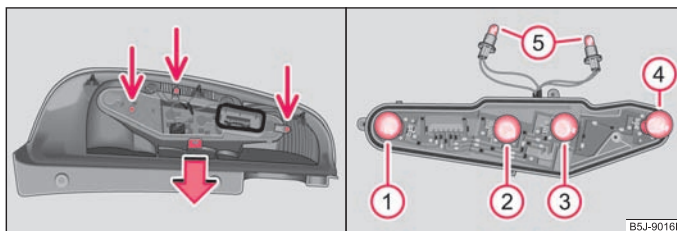

Abb. 171 Ausbau des Leuchtenmittelteils / Einbaulage der Lampen
- Um die Lampen zu erreichen, schrauben Sie den Mittelteil der Leuchte ab und lösen Sie die Verrastung ⇒ Abb. 171.
- Um eine Lampe des Standlichts zu wechseln, drehen Sie die Fassung der Lampe ⑤ nach links bis zum Anschlag (in die Richtung der Pfeile auf dem Gehäuse) und nehmen Sie die Fassung aus dem Gehäuse heraus ⇒ Abb. 171 rechts.
- Schrauben Sie den Mittelteil der Leuchte am Gehäuse an ⇒ Abb. 171.
Einbaulage der Glühlampen in der Heckleuchteinheit ⇒ Abb. 171 rechts.